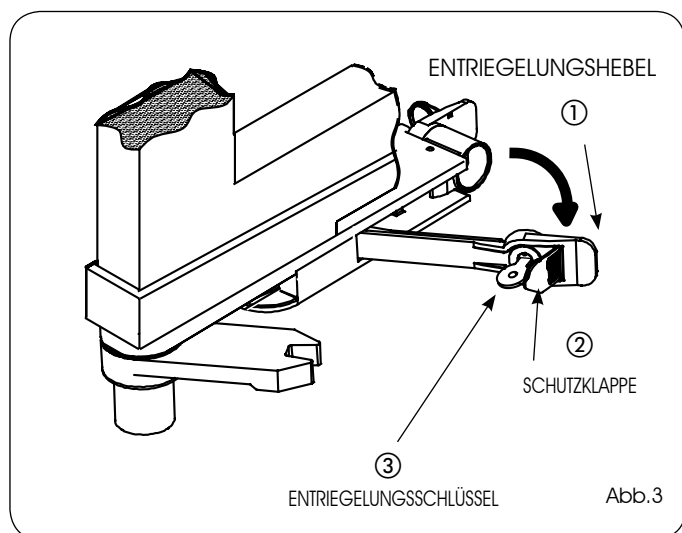

Abb.3
- 1) Die Schutzklappe öffnen (Abb.3, Bez.②).
- 2) Den Entriegelungsschlüssel in das Schloss einführen (Abb.3, Bez. ③) und bis zum Anschlag drehen.
- 3) Den Entriegelungshebel an sich ziehen (Abb.3, Bez.①).